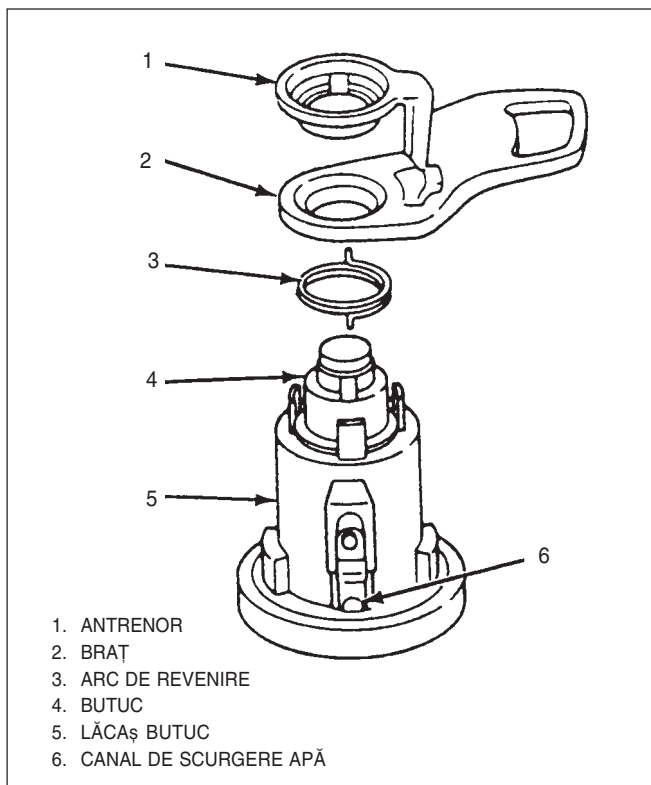

Fig. 9 Butuc yală ușă
- Cînd se montează butucul în locaș, se va asigura poziționarea corectă a canalelor de scurgere a apei ale ambelor piese (fig. 9 și 10).
- 2) Se montează arcu de revenire în capătul locașului. La butucul ușii din stînga, ambele capete ale arcuului trebuie montate pe proeminența aflată în stînga canalului de scurgere a apei. La ușa din dreapta, se va face asamblarea astfel încît arcu să fie agățat în dreapta canalului de scurgere a apei (fig. 9).